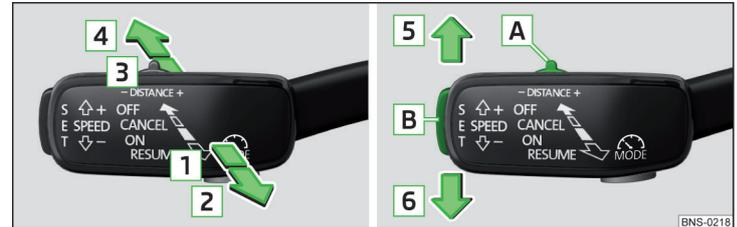

Abb. 276 Bedienungshebel
» Abb. 276
- Die Taste **SET** » **Abb. 276 auf Seite 242** drücken.
- **oder:** Den Hebel in die gefederte Stellung **RESUME** » **Abb. 276 auf Seite 242** einstellen.
- Den Hebel in die gefederte Stellung **CANCEL** » **Abb. 276 auf Seite 242** einstellen.
Die gewünschte Geschwindigkeit wird mit dem Bedienungshebel eingestellt oder geändert » **Abb. 276 auf Seite 242.**
➤ Den Schalter **DISTANCE** in die gefederte Stellung – oder + einstellen » Abb. 276 auf Seite 242.
Ein Beschleunigungsvorgang kann jederzeit durch Betätigung des Bremspedals oder den Druckpunkt **CANCEL** am Bedienungshebel » Abb. 276 auf Seite 242 abgebrochen werden.